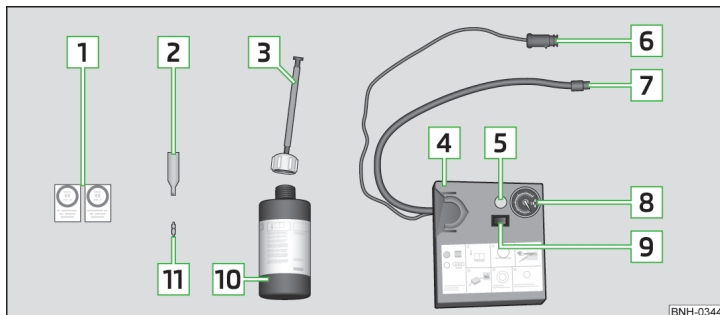

Abb. 143 Prinzipdarstellung: Bestandteile des Pannensets
**Bestandteile des Pannensets** » Abb. 143
- Den entsprechenden Aufkleber **1** » Abb. 143 auf Seite 163 auf die Schalttafel im Sichtfeld des Fahrers kleben.
- Die Reifenfüllflasche **10** » Abb. 143 auf Seite 163 einige Male kräftig hin und her schütteln.
- › Den Reifenfüllschlauch **[7]** » **Abb. 143** auf Seite 163 des Luftkompressors fest auf das Reifenventil schrauben.